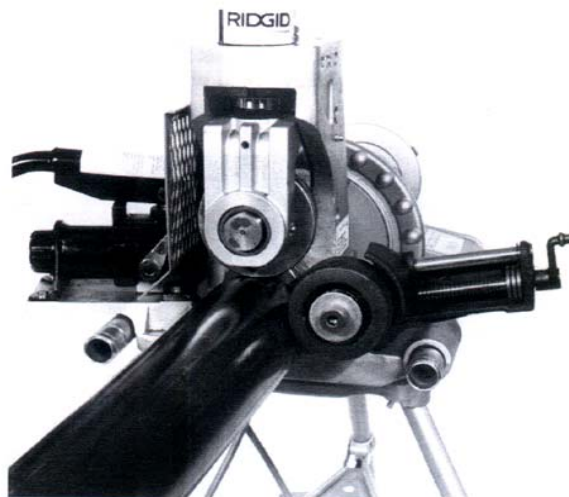

图 24
4. 上紧稳定器辊子, 直到它接触到管子外径。然后再继续上紧稳定器一整圈。(图 24)。